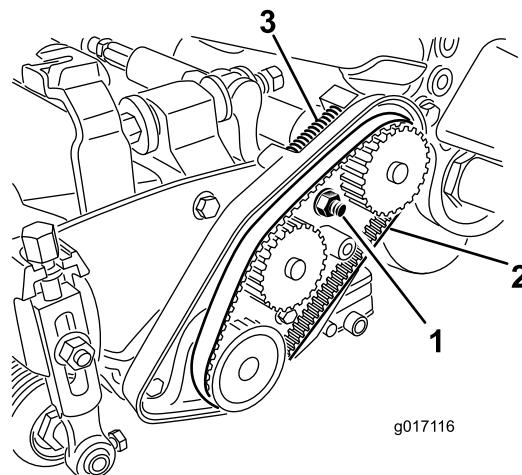

图14
3. 松开轴承座安装螺母（图14）。
5. 拆下皮带（图14）。
12. 确保压缩弹簧对皮带（图14）施加张紧力。